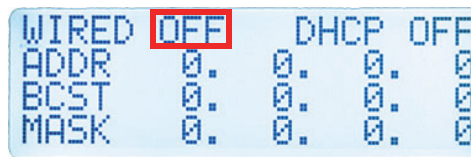

Abbildung 4-5 Menü DHCP
- Ändern Sie mit den Tasten Pfeil nach oben oder nach unten ( ) den Parameter zu **OFF** (siehe Abbildung 4-5 auf Seite 67).